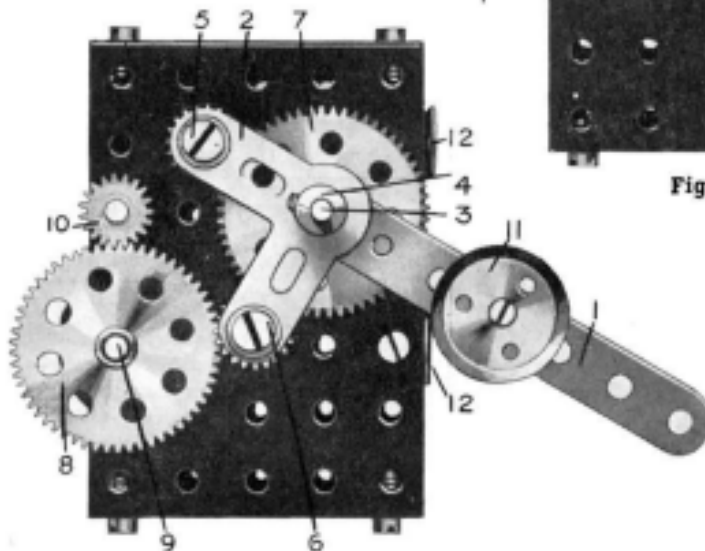

Fig. 2
La Fig. 2 nous montre le modèle vu d'arrière et de la sorte
Les pignons restent constamment engrénés avec une roue dentée de 57 dents (7) fixée à l'arbre (3). Si on tourne la manivelle dans la direction d'une aiguille de montre, comme dans la Fig. 2, le levier (1) et le levier d'angle (2) oscillent autour du point (3) jusqu'à ce que le pignon et le boulon (6) s'engagent avec une autre roue dentée (8) montée sur l'arbre (9). Dans cette position l'arbre (9) tourne dans la même direction que la manivelle (3).